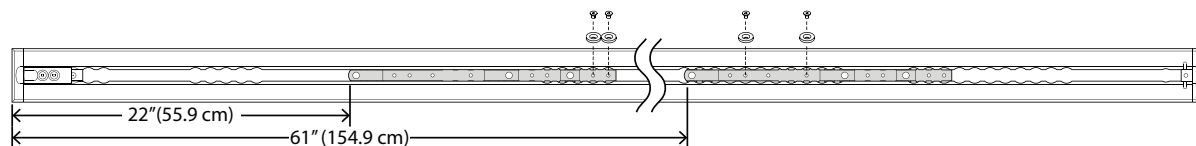

Figur 10 – Klampens installationssted
1. Indsæt den første klampe (A), og skub den i retning af fodenden (Figur 10).
2. Indsæt den anden klampe (B).